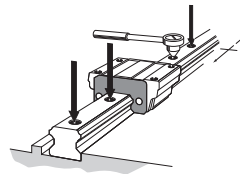

Fig.10 Ajuste total de los tornillos de montaje
- (4) Ajuste los tornillos de montaje con el par de apriete correspondiente utilizando una llave dinamométrica. (Consulte Fig.10, y Tabla1 y Tabla2 en **B1-101**).